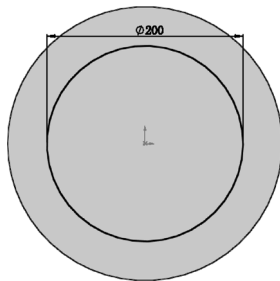

图 9-6 绘制草图 2
**05** 绘制草图 2。选择菜单栏中的“工具”→“草图绘制实体”→“圆”命令，或单击“草图”控制面板中的“圆”按钮，以系统坐标原点为圆心绘制直径为 200mm 的圆，如图 9-6 所示。